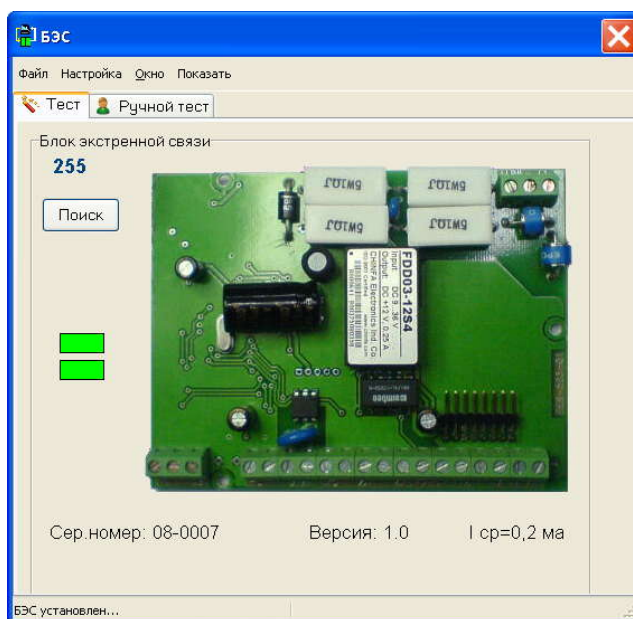

Рисунок 81 – Окно тестирования БЭС
1.3. Для поиска БЭС по интерфейсу “SOS-95” необходимо выбрать пункт меню **Тест | БЭС**, при этом появится окно проверки БЭС (рисунок 81).